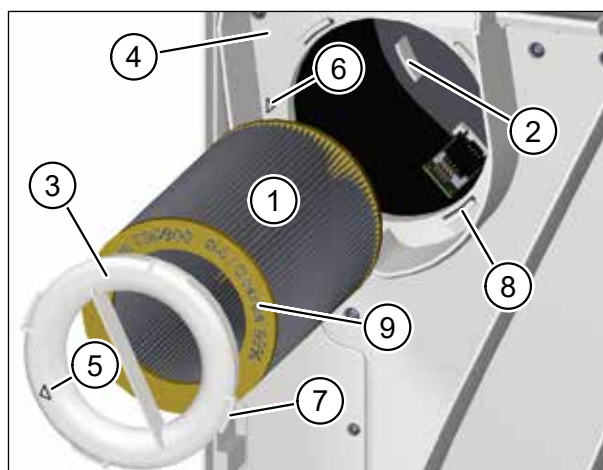

Fig. 22 : Mettre en place le nouveau filtre d'air repris
- ▶ Introduisez avec précaution le nouveau filtre d'air repris (pos. 1 dans Fig. 22) dans l'appareil d'aération.
- ▶ Veillez à ce que le filtre à air glisse dans les 3 ergots de retenue (pos. 2 dans Fig. 22) sur la paroi arrière de l'appareil d'aération.
- ▶ Posez l'anneau du filtre (pos. 3 dans Fig. 22) sur le filtre d'air repris. Veillez à ce que l'anneau du filtre repose à plat sur la plaque intermédiaire (pos. 4 dans Fig. 22).
- ▶ Tournez l'anneau de filtre dans le sens des aiguilles d'une montre, jusqu'à ce que la flèche sur l'anneau de filtre (pos. 5 dans Fig. 22) soit alignée avec la flèche de la position d'arrêt (pos. 6 dans Fig. 22). Veillez à ce que les 4 ergots (pos. 7 dans Fig. 22) sur l'anneau du filtre s'enclenchent dans les supports (pos. 8 dans Fig. 22) sur la plaque intermédiaire.
- Seul le filtre M-WRG-II FS, n° d'art. 750000, peut être utilisé comme filtre d'air repris. Le n° d'art. et la catégorie du filtre à air sont gravés sur la plaque d'extrémité jaune du filtre à air (pos. 9 dans Fig. 22).